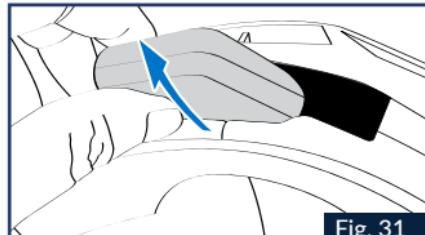

Fig. 31
1. Entfernen Sie das PAD aus weißem Styropor aus der Aussparung auf der Rückseite des Helms Abb.31